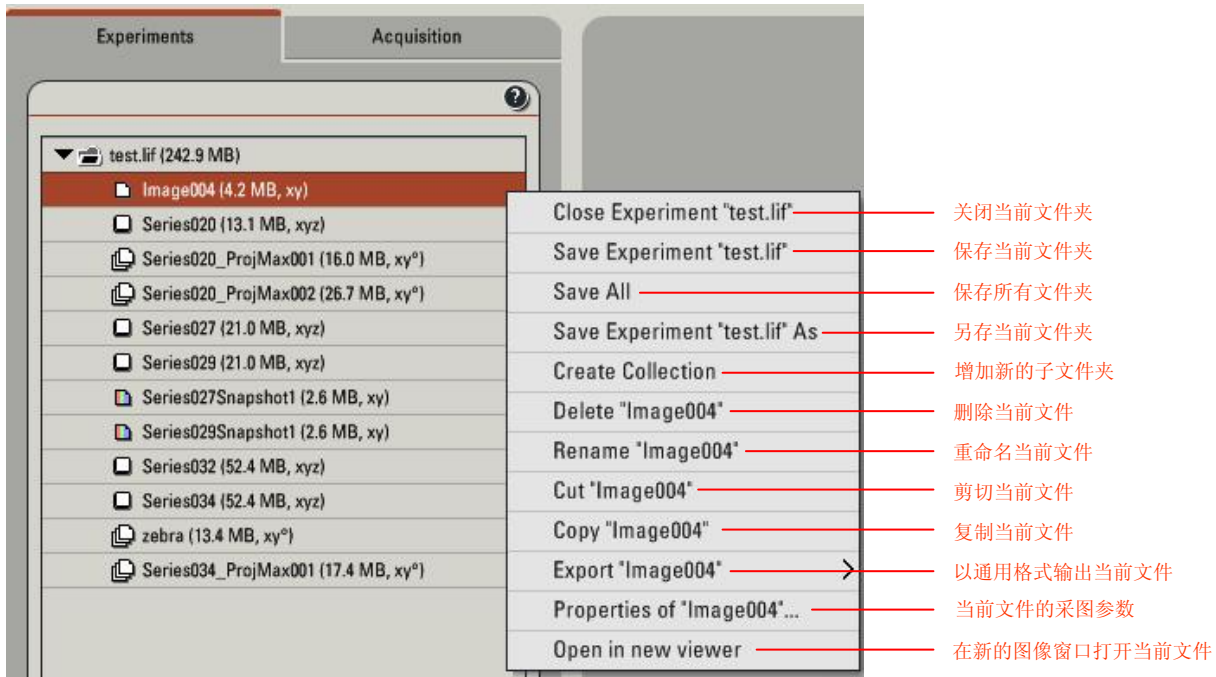

图 8-1 图像文件的操作
1. 图像文件的操作：“Acquire”的”Experiment”下显示采集的所有图像文件名称，右键点击图像文件名，可进行多种操作。如图 8-1。